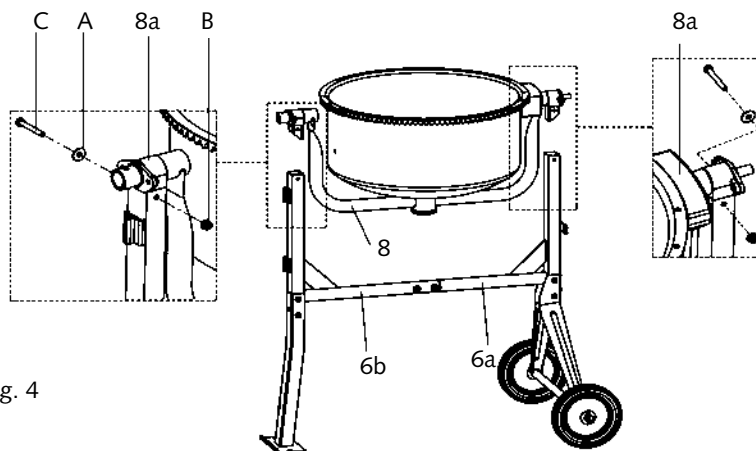

Fig. 4
1. Montera stödbågen (8) på tvärbalken (6).
2. Säkra anslutningen med bultarna (C), brickorna (A) och muttrar (B) (Fig. 4).